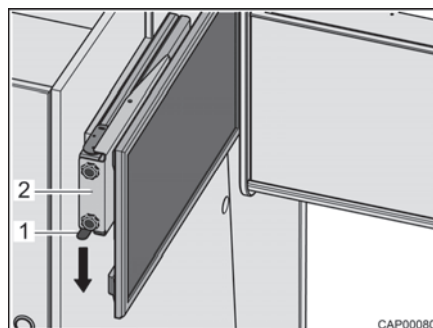

Fig. 57 Extension avec écran plat
- Presser le ressort à cran d'arrêt (Fig. 57,1) vers le bas et extraire l'extension (Fig. 57,2) avec l'écran plat à l'horizontale en direction du centre du véhicule.
- Pousser l'extension (Fig. 57,2) avec l'écran plat à l'horizontale jusqu'en butée. Le ressort à cran d'arrêt (Fig. 57,1) s'enclenche de manière audible.